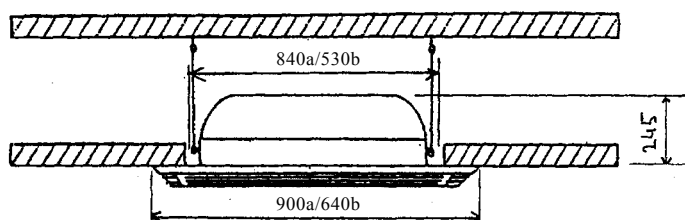

Fig. 4
- De afstand tussen het plafond en het systeemplafond moet minimaal 245 mm bedragen (fig. 4).